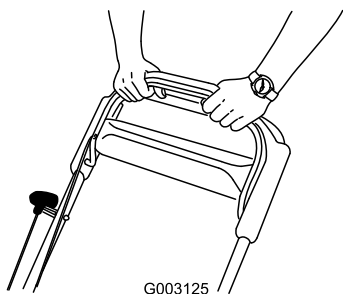

Figura 19
3. Tenete la barra di comando della lama contro la stegola (Figura 19).